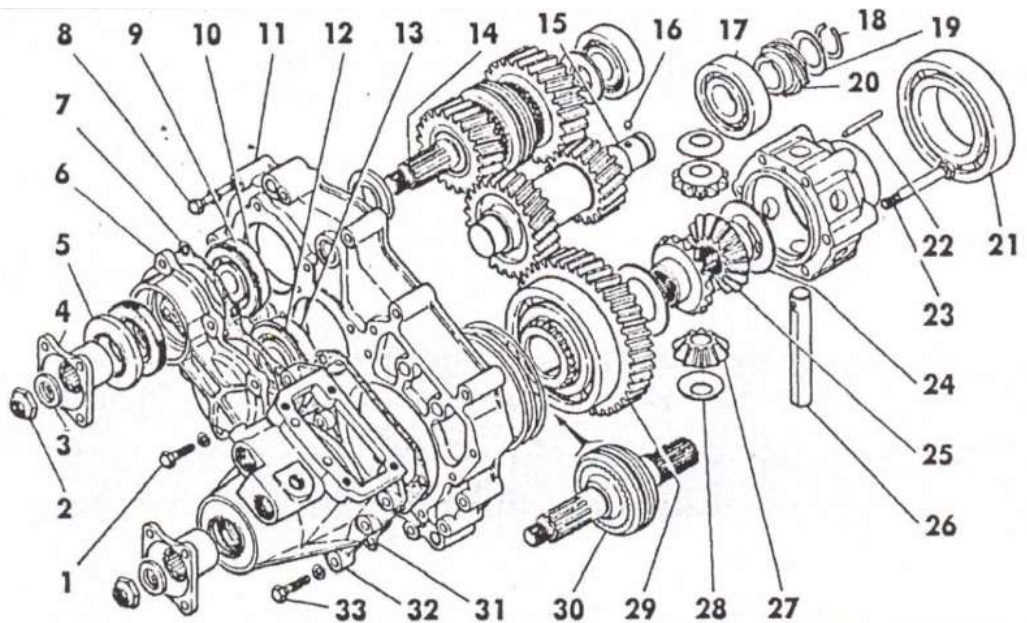

Рис.6.14 Детали переднего картера раздаточной коробки:
- раскертить и отвернуть гайки 2 (рис. 6.14) фланцев, снять шайбы 3 и фланцы 4;